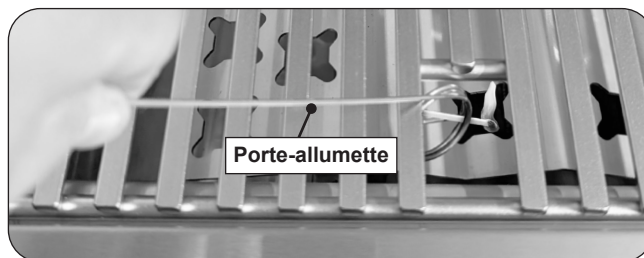

Fig. 34-2 - Allumage manuel
**ATTENTION:** Attendez toujours cinq (5) minutes le gaz pour se dégager après que n'importe quelle tentative non réussie d'éclairage.
2. Insérez soit un brûlant long baril briquet au butane, un match à longue tige de brûlure, ou une allumette en feu détenues par un titulaire d'extension de fil À travers les grilles de cuisson du brûleur (Fig. 34-2). Pour backburners, maintenez la flamme contre le matériau perforé de la veilleuse.
**ATTENTION:** Si le brûleur ne se allume pas dans les cinq (5) secondes de tourner le bouton de commande, appuyez immédiatement sur le bouton et tournez la valve sur **OFF**. ATTENDEZ CINQ (5) MINUTES avant de répéter les étapes 2 à 3 des instructions du MANUEL D'ÉCLAIRAGE.